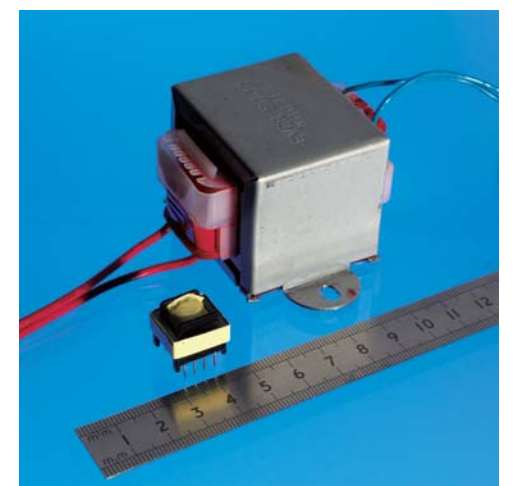

图 3. 相比线性转换器内的笨重铁芯变压器，RDFC 拓扑结构使用小巧的铁氧体芯（上图左侧）。使电源在制造、运输和回收上更加容易。
- 变压器铁芯尺寸——在反激式电源中, 电源是从铁芯取出有限的存储的能量。这不利于所需的铁芯尺寸, 但对 RDFC 而言则不同。就相同的输出功率而言, RDFC 使用的小巧变压器和现有线性设计相比可大大缩小 (图 3)。